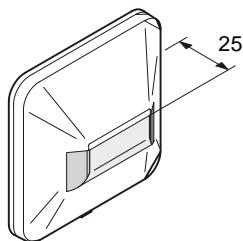
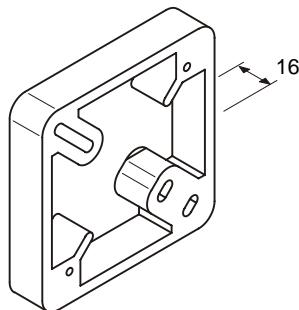
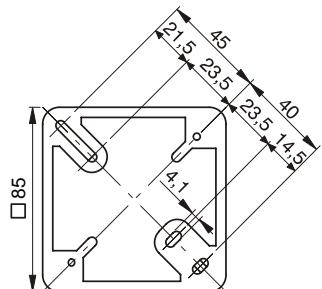

Fig. 2
Fig. 7
Fig. 8
- DJ1192 (Fig. 2) for surface mounting with or without the AI330 adapter frame (Fig. 7).
1. Mount the adapter frame (Fig. 7, Fig. 8) on the wall or box with 2 screws (\varnothing max. 4 mm). The distance between mounting holes can be chosen as required according to the box used.
- DJ1192 (Fig. 2) für Aufputzmontage mit oder ohne Zusatzrahmen AI330 (Fig. 7)
1. Der Zusatzrahmen (Fig. 7, Fig. 8) wird mit 2 Schrauben ø max. 4 mm auf die Wand oder Dose montiert. Je nach Dose kann die Schraubendistanz beliebig gewählt werden.
- DJ1192 (Fig. 2) pour montage saillant avec ou sans cadre supplémentaire AI330 (Fig. 7)